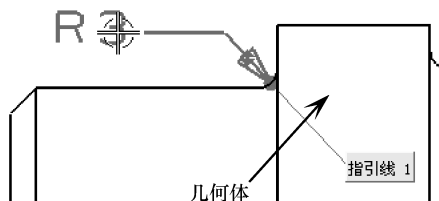

图 10-40 相对于几何体的位置
- 相对于几何体的位置：新注释以选定的几何体作为位置参照并放置，如图 10-40 所示。